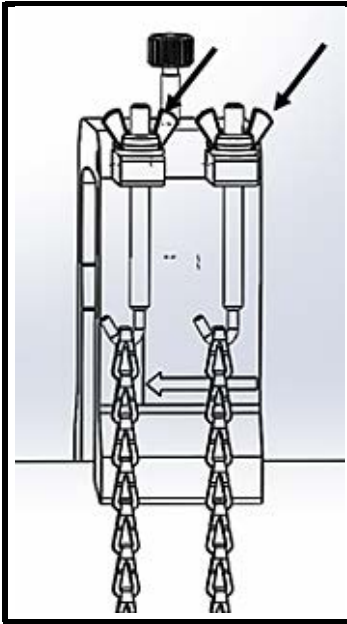

Figura 40: Fije el yugo
7. Apriete las tuercas para fijar el yugo a la tubería (véase Figura 40 más abajo).